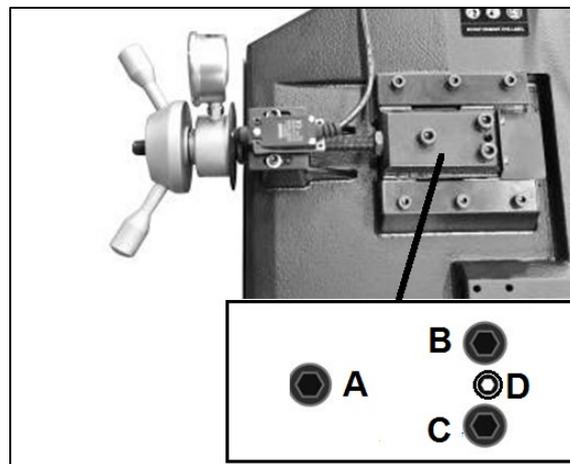

Figure 8-6 : Réglage d'alignement de la lame
- Desserrez les vis hexagonales (A, B, C, Fig 8-6)